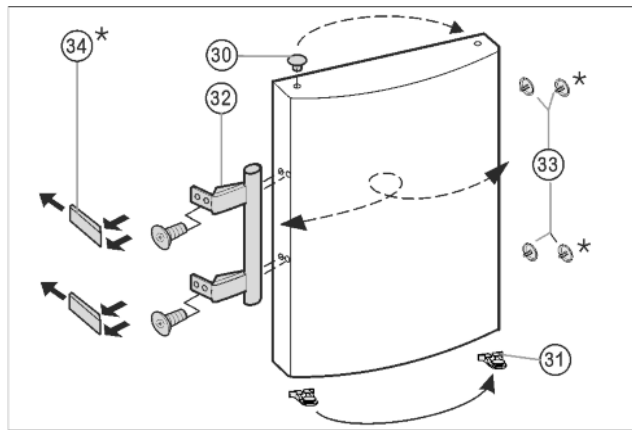

Fig. 8
- ▶ Estrarre il tappo Fig. 8 (30) dall'alloggiamento del supporto della porta e spostare.
- ▶ Smontare la maniglia della porta, i Fig. 8 (32), tappi Fig. 8 (33) e le piastre di spinta* Fig. 8 (34) e spostare sul lato opposto.